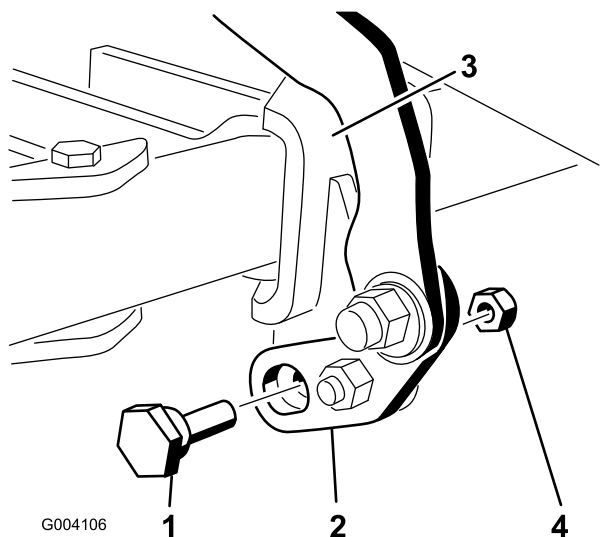
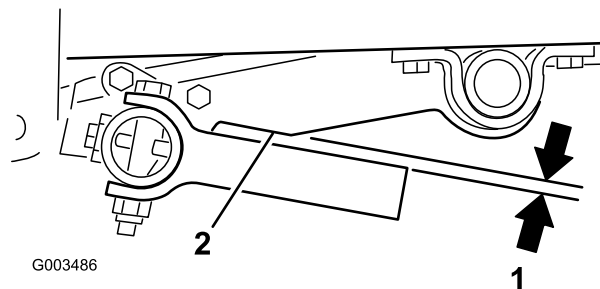

Figura 17
Figura 21
2. Misurate la distanza tra il telaio del trattore e il tubo orientabile come illustrato in Figura 17.
2. Ruotate il bullone eccentrico in un senso o nell'altro, fino a quando i denti sulla barra attrezzi non sono paralleli all'incavo del braccio di sollevamento (Figura 17 e Figura 21).